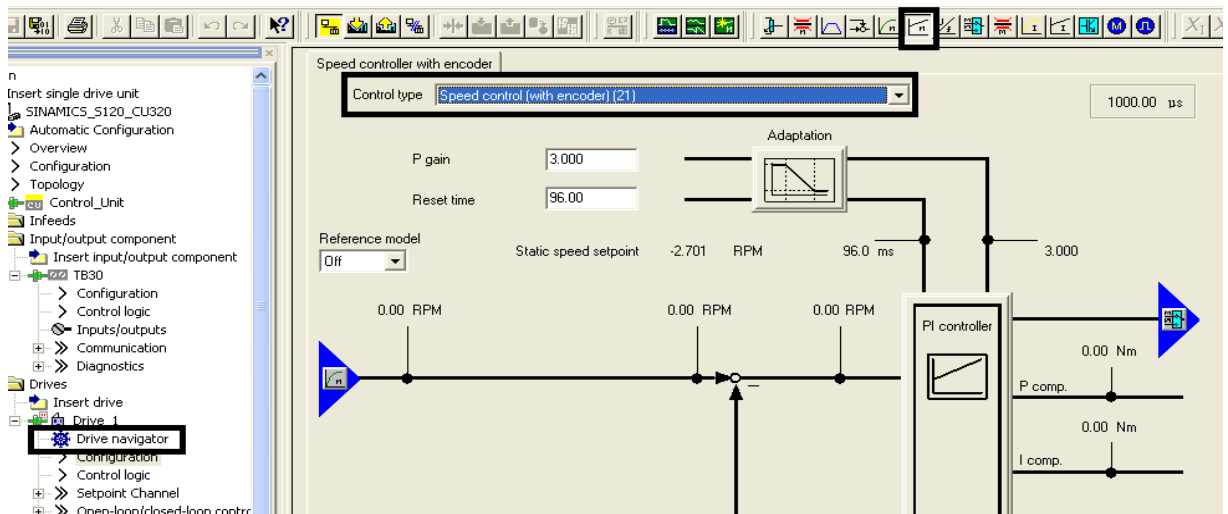

Рисунок 3.18 – Выбор способа регулирования
3.1.7 Выбрать пункт «Drive navigator», перейти в окно регулятора скорости (рисунок 3.18) и указать регулирование скорости с энкодером в параметре «Control type» («Speed control (with encoder) (21)»).